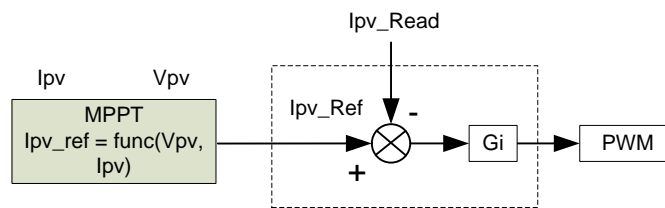

图 9. MPPT 控制
2. 最大功率点跟踪 (MPPT) 控制, 输入电流控制 (图 9)
要在此模式下控制功率级，需要使用如图 9 所示的控制方案。